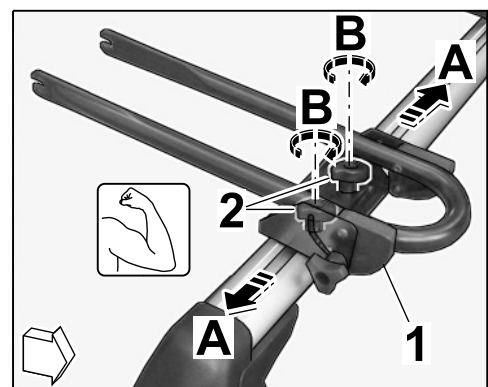

Bild 27
- 6.1.3 Vorderradhalter zur gewünschten Position auf Dachtransportsystem schieben / ziehen (⇒ Bild 27 -A-) und Knebelmutter M6 festschrauben (⇒ Bild 27 -B-).